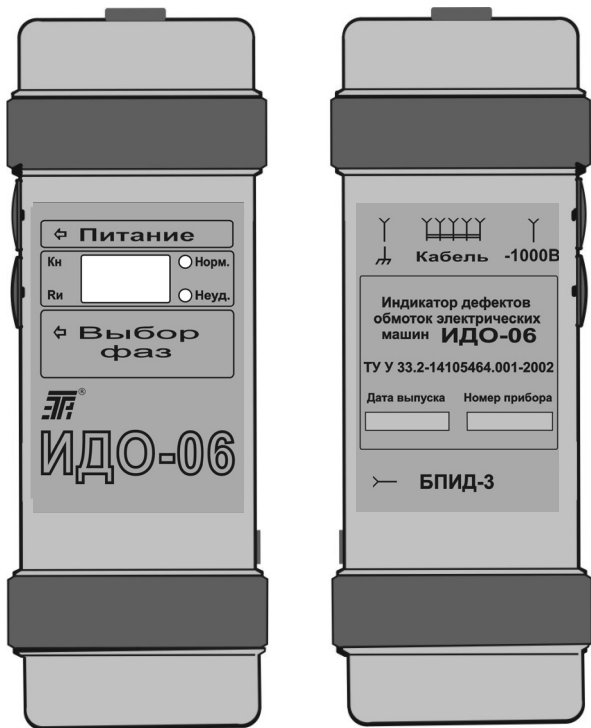

Рис. 4.1
4.1 Конструкція індикатора (рис. 4.1, 4.2)
- 2) приєднати блок живлення до індикатора (див. рис. 4.1, 4.2);
7.1.2 Підключити до індикатора з'єднувальний кабель (див. рис. 4.1, 4.2).
7.2.1 Підключити до індикатора з'єднувальні проводи (див. рис. 4.1, 4.2).